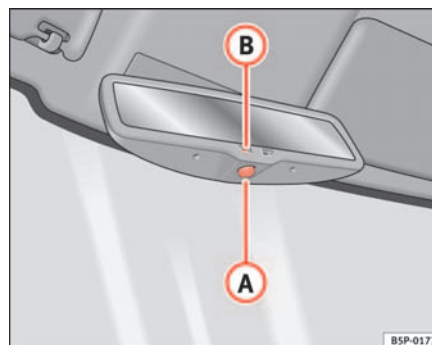

Abb. 69 Automatisch abblendbarer Innenspiegel
- Drücken Sie die Taste **(A)** ⇒ Abb. 69. Die Kontrollleuchte **(B)** erlischt.
- Drücken Sie die Taste **(A)** ⇒ Abb. 69. Kontrollleuchte leuchtet auf.